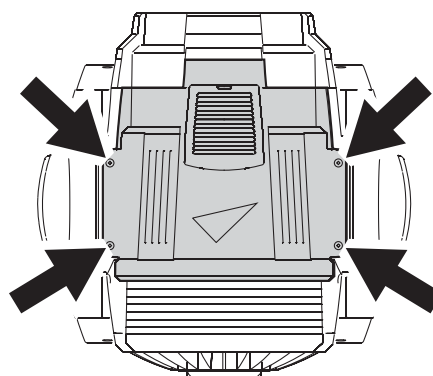

Figure 10: Vis de fixation du capot supérieur
2. Tournez les vis 1/4 de tour du capot supérieur (voir Figure 10) dans le sens anti horaire. Les capots sont très ajustés et il est certainement nécessaire d'exercer une pression sur le capot pour le retirer.